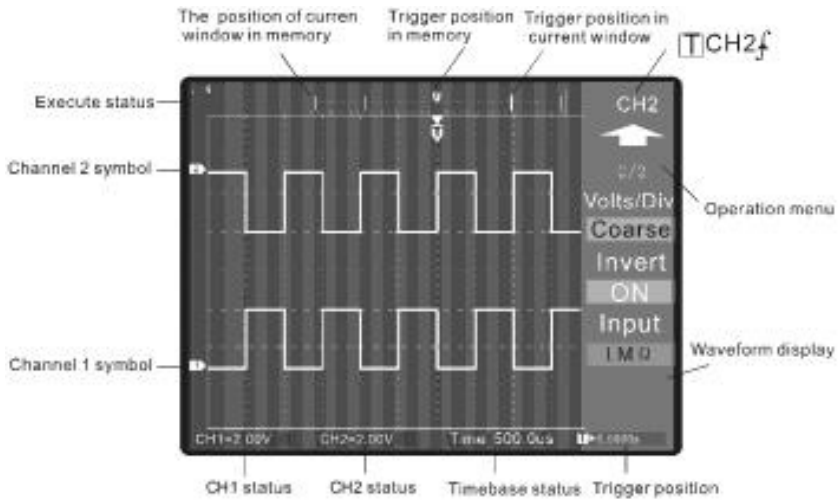

图 1-4 显示界面
1、接通仪器电源并打开，片刻后按任意键进入测试界面，如图 1-4 所示。